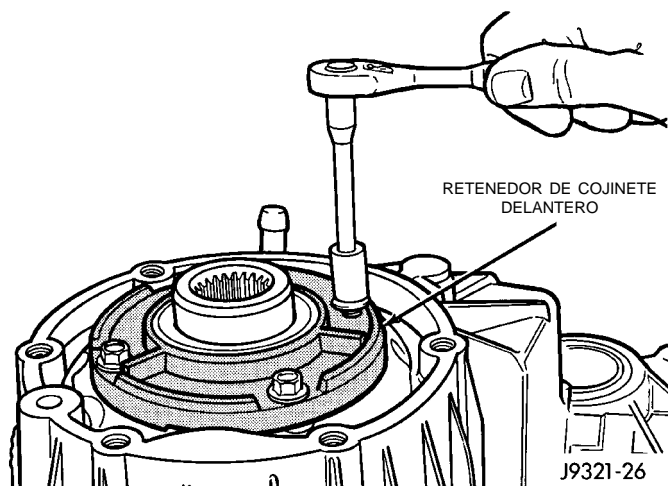

Fig. 58 Instalación del retenedor de cojinete delantero
(6) Instale los pernos que fijan el retén con la caja de cambios (Fig. 58). Apriete con una torsión de 21 N·m (16 lbs. pie).